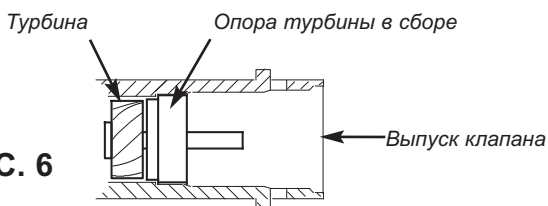

РИС. 6
- Убедитесь, что турбина свободно вращается в выходном отверстии клапана (см. рисунок 6).